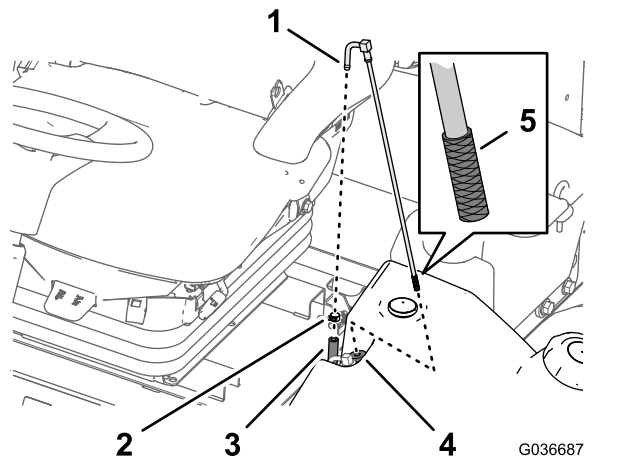

図 58
1. 燃料供給ホースを燃料供給チューブに固定しているホースクランプを外す 図 58。
2. フィッティングからホースを取り外す 図 58。
3. 燃料タンクから燃料供給チューブを取り出す 図 58。
4. 燃料供給チューブの端部のスクリーンにたまっているごみでいねいに取り除く 図 58。
5. ゴム製ブッシュを通して燃料タンク内部へ燃料供給チューブを挿入する 図 58。